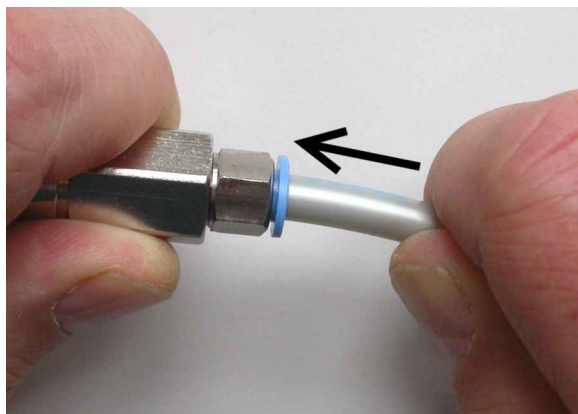

Figura 6-4: Montaje del adaptador push-pull (izquierda) y el tubo de 6 mm (derecha)
5. Empuje el tubo dentro del adaptador, como se muestra en la figura 6-4.